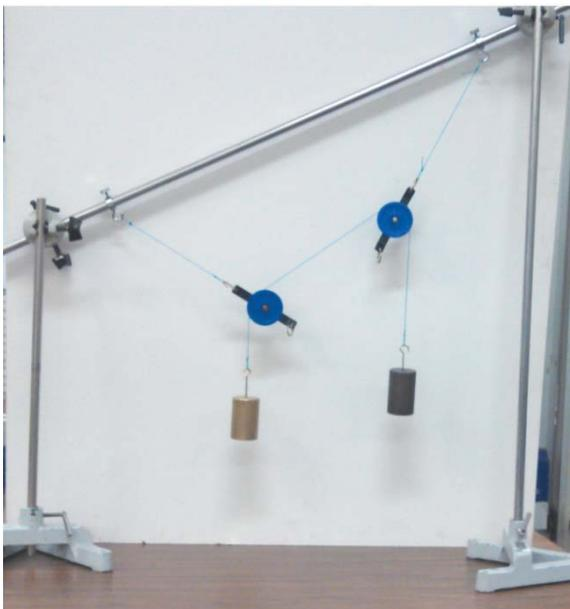

Figura 6 Vista frontal del segundo modelo mecánico.
8.8 De manera similar al apartado 6.8, dibuje sobre un esquema simplificado de la Figura 6, los seis segmentos dirigidos obtenidos en 8.5. Al igual que en el apartado mencionado, se sugiere que ubique cada una